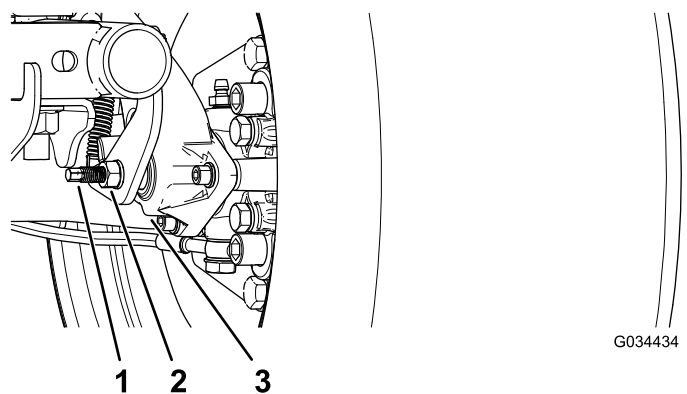

Figura 63
3. Usando 2 llaves, sujete el espárrago de ajuste de la pinza con una llave y afloje la contratuerca ¼ de vuelta con la otra llave (Figura 63).
4. Sujetando el espárrago de ajuste y la contratuerca para que no se muevan, gire el espárrago de ajuste hacia dentro para apretarlo (Figura 63).
5. Sujetando el espárrago de ajuste y la contratuerca para que no se muevan, afloje el espárrago $\frac{1}{4}$ de vuelta (Figura 63).
6. Sujetando el espárrago de ajuste y la contratuerca para que no se muevan, apriete la contratuerca (Figura 63).